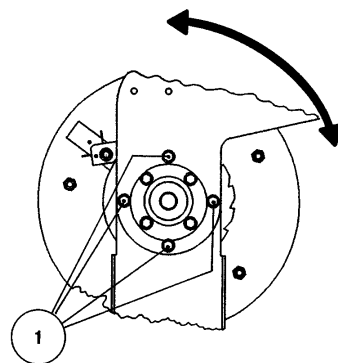
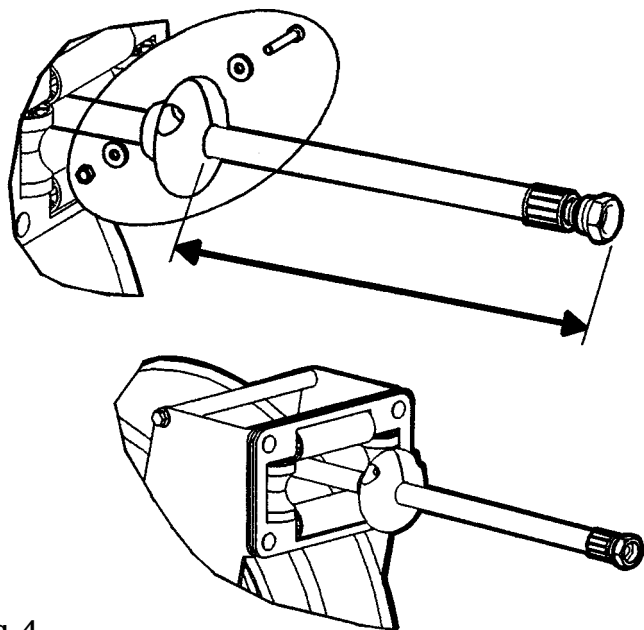

Fig. 3
Fig. 4
To move the hose guide arms; remove the screws, (1) (figure 3) place the arms in required position and retighten the screws.
To position the hose stop at appropriate length, uncoil the hose and latch it at the closest latching position. Loosen the hose stop and place it in required position and fasten it (figure 4).
Pour placer correctement les bras de sortie, il suffit de desserrer et d'enlever les vis (1) (voir Figure 3), placer les bras dans la position désirée et les fixer à l'aide des vis.
Pour placer la butée du flexible, il suffit de dérouler le flexible jusqu'à atteindre la position de blocage du cliquet à la longueur désirée. Desserrer la butée du flexible, la placer à la position désirée et serrer les vis. (voir Figure 4).
Um die Gelenkarme richtig zu positionieren, werden die Schrauben (1) (Bild 3) gelöst, die Gelenkarme in die richtige Lage gebracht und die Schrauben wieder angezogen. Damit der Schlauchstopper richtig positioniert wird, den Schlauch aufrollen und in der gewünschten Länge einklinken. Dann den Stopper lösen, in die gewünschte Position bringen und wieder befestigen (Bild 4).